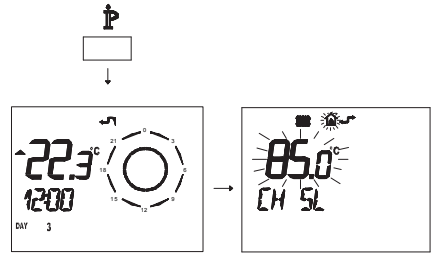

Figura 5.65
- Premere per più di 3 secondi il pulsante per entrare in modalità **INFO** (Figura 5.65).